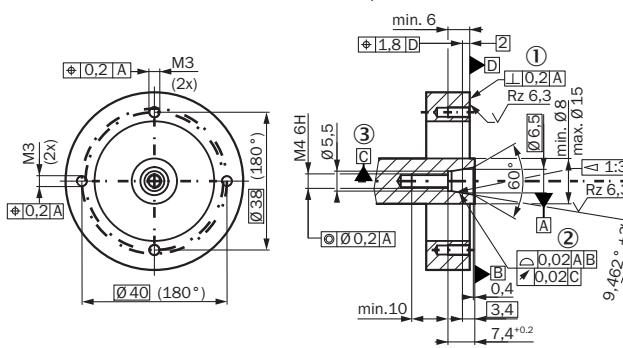

Figura 6: Especificaciones de montaje del eje cónico
- 9 Para medir la temperatura de servicio debe utilizarse el punto de medición definido (4) en el sistema de realimentación del motor (véase el dibujo acotado, Figura 6).